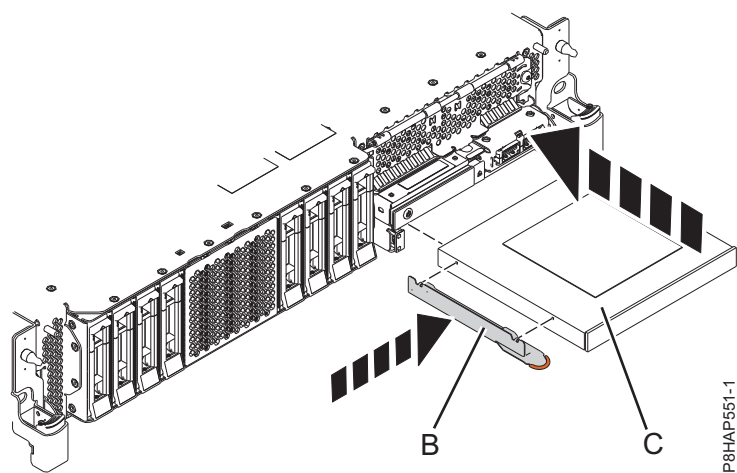
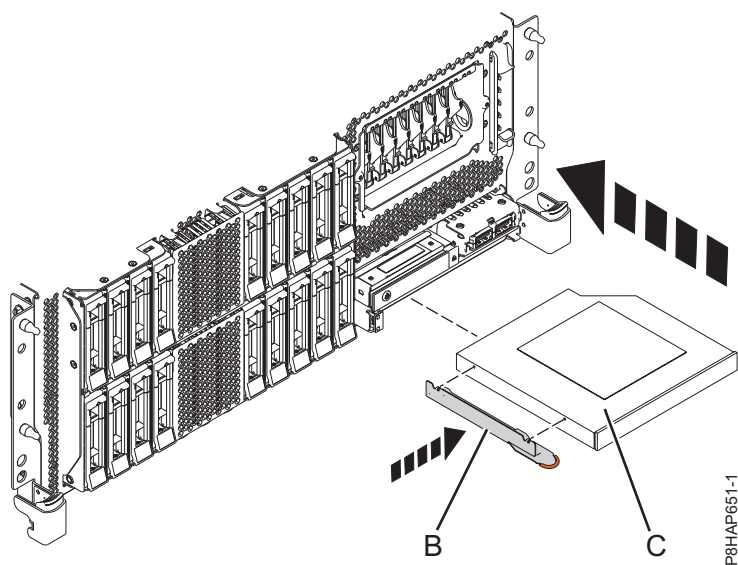
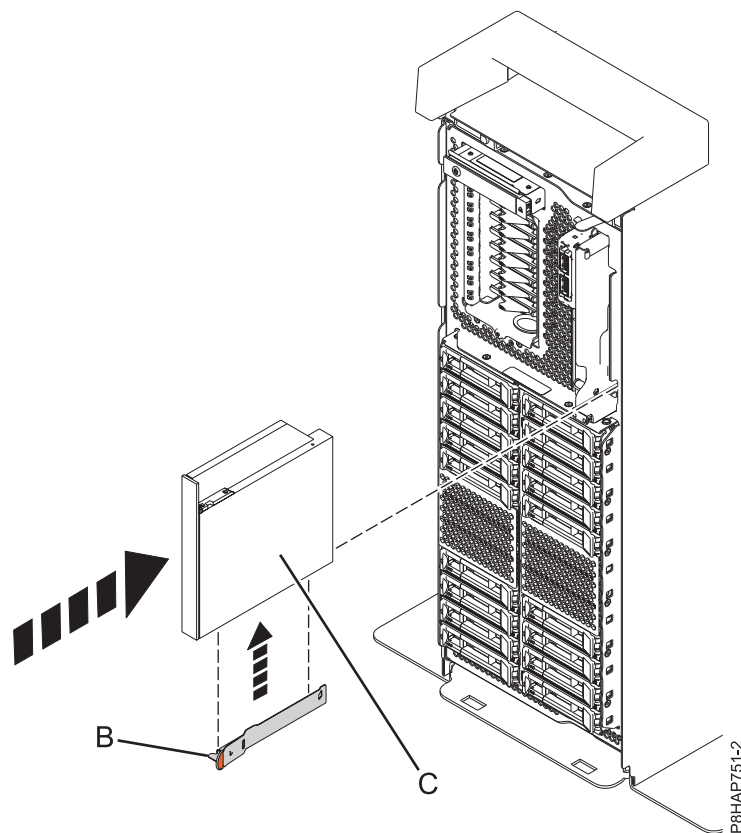

図 2. 5148-21L、5148-22L、8247-21L、8247-22L、8284-21A、または 8284-22A システムへのスリムライン・メディア・デバイスの取り付け
図 3. ラック・マウント型 8247-42L、8286-41A、または 8286-42A システムへのスリムライン・メディア・デバイスの取り付け
図 4. スタンドアロン型システムへのスリムライン・メディア・デバイスの取り付け
4. 5148-21L、5148-22L、 8247-21L、8247-22L、8284-21A、または 8284-22A システムについては 6 ページの図 2 を、8247-42L、8286-41A、または 8286-42A システムについては 6 ページの図 3 を、また、スタンドアロン型 8286-41A システムについては 7 ページの図 4 を参照してください。
5. スリムライン・メディア・デバイス (C) とスリムライン・メディア・ベイを位置合わせし、デバイスの底面を支えながら、スライドさせて半分だけシステム装置に挿入します。
5148-21L、5148-22L、 8247-21L、8247-22L、8284-21A、または 8284-22A システムについては 6 ページの図 2 を、8247-42L、8286-41A、または 8286-42A システムについては 6 ページの図 3 を、また、スタンドアロン型 8286-41A システムについては 7 ページの図 4 を参照してください。